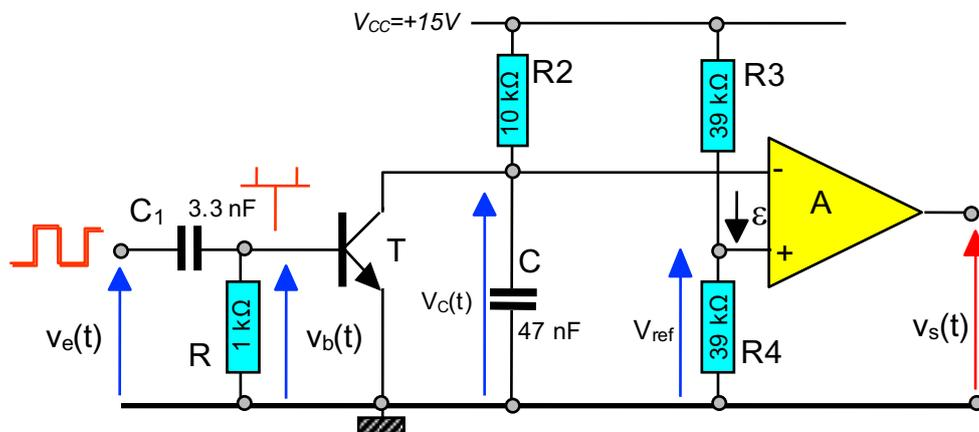

Figure 3 : Schéma du montage Monostable
Réaliser le montage de la figure 3 qui utilise un amplificateur opérationnel utilisé en comparateur sachant que ses entrées + et - reçoivent respectivement :
Un oscillateur « astable » (figure 3) est un montage qui délivre indéfiniment en sortie des créneaux de tension de période T lorsque le montage reste alimenté. Sachant que la capacité C est reliée via la résistance R à la tension $v_s(t)$ de l'amplificateur fonctionnant en comparateur, la tension $v_c(t)$ tend à évoluer de $+V_{sm}$ à $-V_{sm}$. De même la tension $V_{ref}(t)$ évolue de $+V_{ref1}$ à $-V_{ref2}$.